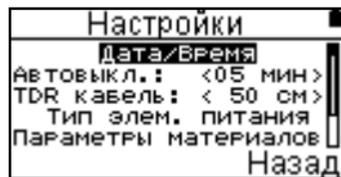
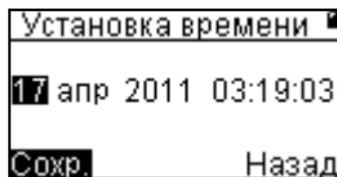

Рисунок 6
Рисунок 7
6.3.3 В пункте **Настройки** (рисунок 6) можно установить текущие дату и время (рисунок 7), время автовыключения прибора, длину присоединительного кабеля TDR, параметры материалов жил, выбрать тип элементов питания, отформатировать диск и обновить ПО.